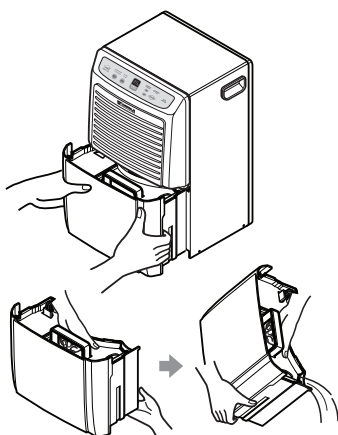

Figure 1
1. Quand le récipient est plein, le faire glisser vers l'extérieur en le prenant par la poignée et le vider dans un grand creuset ou tuyau, et le remettre en place correctement. Voir Figure 1.